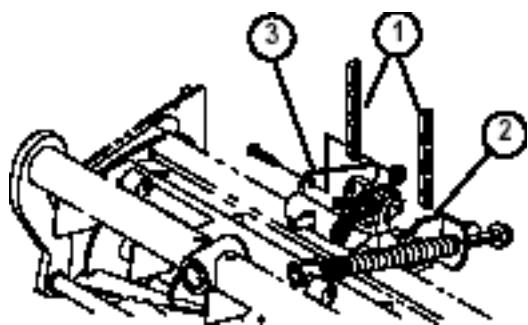

図9
12. ターフ補正スプリングのプラケットをカッティングユニット・スタビライザの耳に止めているナットを外す（図9）。チェーンをキャップスクリュに通し、外したナットで固定する。
13. リールモータを各カッティングユニットの駆動側に装着し、付属のキャップスクリュ2本で固定する（図9）